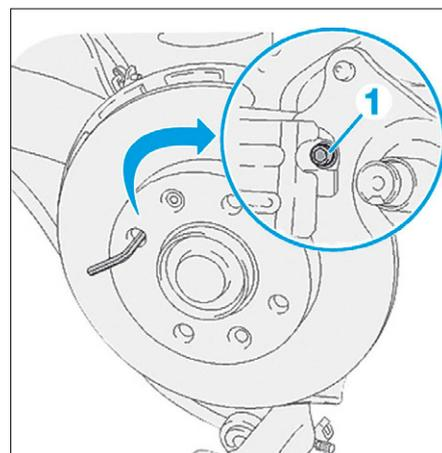

FIG. 37
- la vis (1) du capteur de roue arrière par un orifice de vis de roue (utiliser une clé 6 pans) (Fig.37).